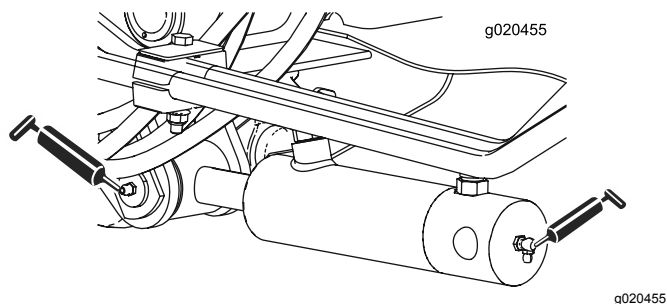

Figure 45
- 2 (de chaque côté) bagues de vérin de bras de levage (Figure 45)